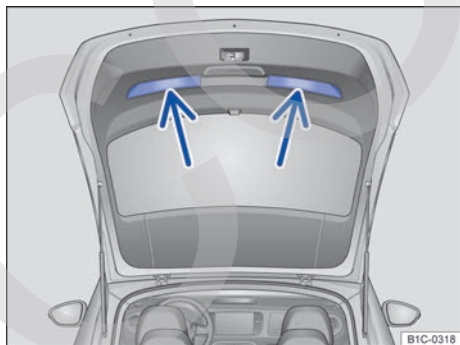

Fig. 59 Portón del maletero abierto: cavidades para tirar hacia abajo.
- Agarre el portón del maletero por la cavidad correspondiente de su guarnecido interior → **fig. 59** (flechas).